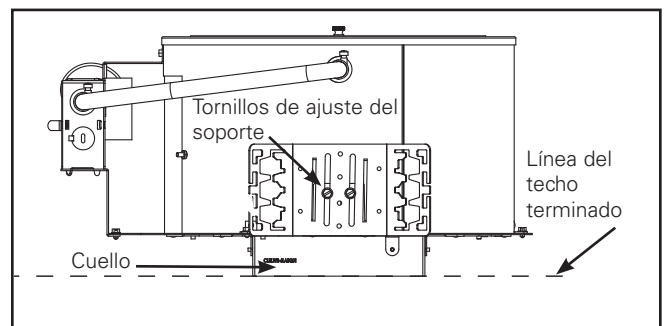

Figura 2.
2. Ajuste los tornillos de ajuste del soporte suspensión de modo que la parte inferior del cuello quede al ras de la línea del techo acabada. El soporte de suspensión es reversible para un ajuste total de 5" (Figura 2).